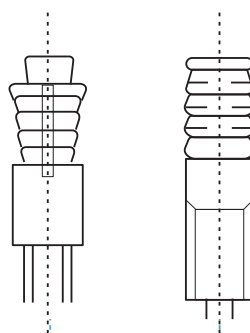

Figura 8
- Determine o local de montagem no teto do recinto ou no teto da edificação e faça quatro furos de  $\varnothing 12$  mm x 50-55 mm. Em seguida, chumbe e instale as fixações do gancho de expansão (acessório 2 comprado) nesses furos. Consulte a Figura 8.